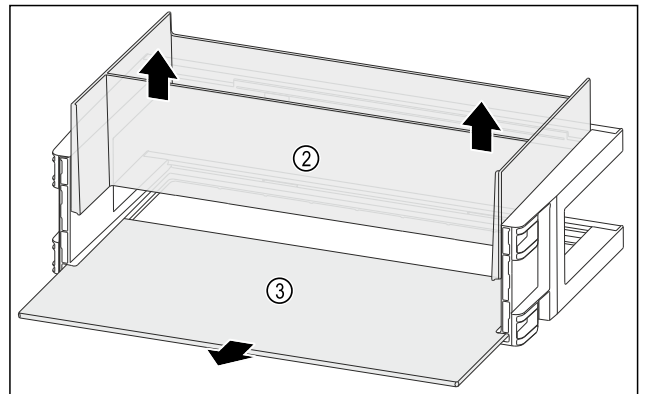

Fig. 122
- Organizer Fig. 122 (2) nach oben entnehmen.
- Abstellfläche Fig. 122 (3) entnehmen.